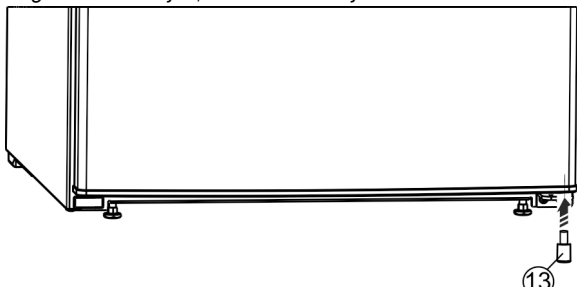

Fig. 9
- ▶ Distančnik Fig. 9 (13) ponovno namestite v vrata spodaj desno, saj je pomemben za stabilnost naprave.